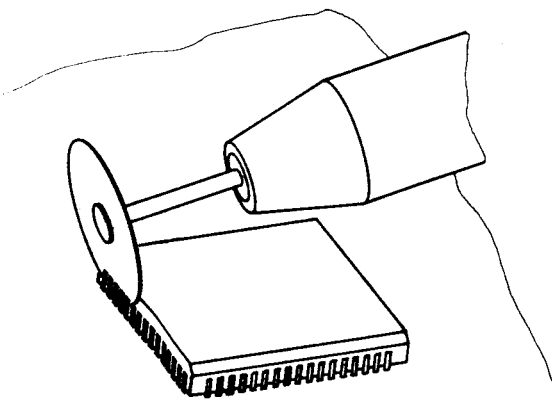

Fig. 8
- Subminiatur-Trennschleifer gemäß Fig. 8 am IC ansetzen und Anschlußbeinchen des IC ohne die Platine zu berühren durchtrennen.
- Fit the sub-miniatur cutter onto the IC as shown in Fig. 8 and cut off the connections of the IC without touching the panel.